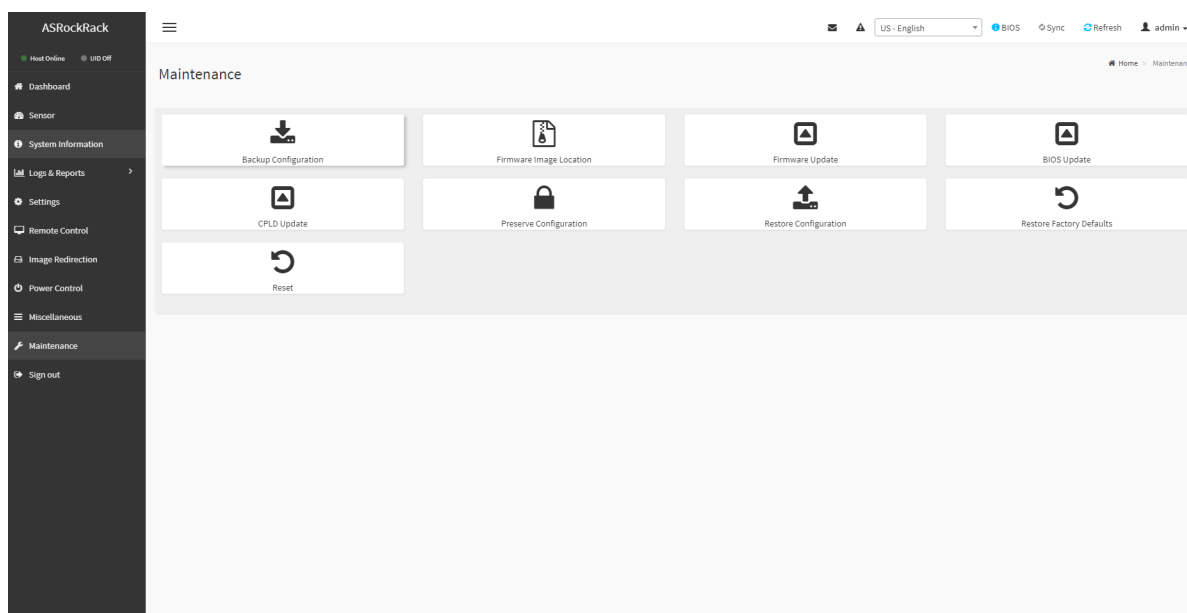

Рис. 125. Окно «Maintenance»
- 9) Пройдите во вкладку «Maintenance» в данной вкладке показана страница обслуживания сервера, предоставляет пользователям различные функциональные возможности для выполнения задач обслуживания сервера. Окно показано на рис. 125 Окно «Maintenance»